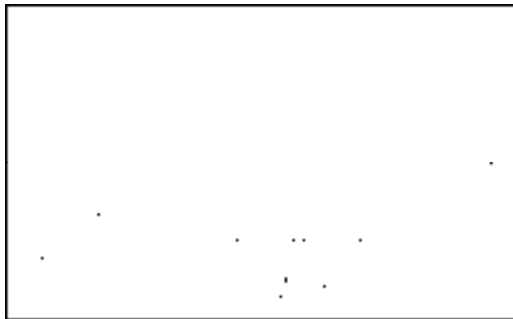

图 14-90 绘制结果
10) 按〈Enter〉键，即可完成阳台的绘制，结果如图 14-90 所示。